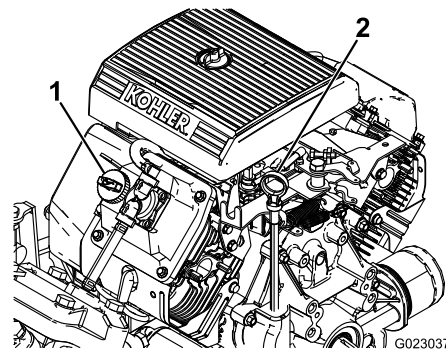

Figure 43
2. Retirez la jauge et essuyez-la sur un chiffon propre (Figure 43). Remettez la jauge dans le tube en l'enfonçant complètement. Sortez de nouveau la jauge et vérifiez le niveau d'huile.
3. Si le niveau d'huile est trop bas, retirez le bouchon de remplissage du couvre-culasse (Figure 43) et versez la quantité d'huile nécessaire dans l'orifice pour faire monter le niveau jusqu'au repère MAXIMUM sur la jauge. Versez l'huile lentement et vérifiez souvent le niveau durant la procédure. Ne remplissez pas excessivement.
8. Versez lentement environ 80 % de la quantité d'huile spécifiée dans le goulot de remplissage (Figure 43).